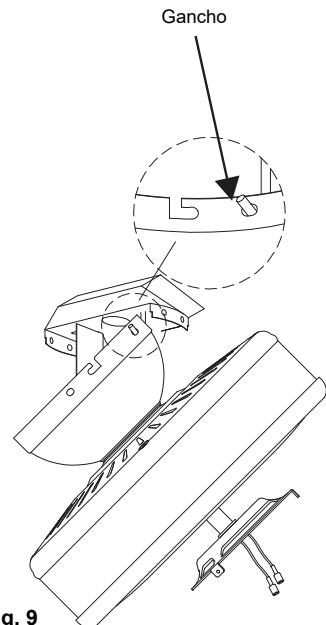

Fig. 9
**Paso 6.** Cuelgue el ventilador del gancho del soporte colgante. Asegúrese de que el escudete esté trabado en el gancho tal como se muestra en la **Fig. 9**. Esto le permitirá hacer las conexiones eléctricas.